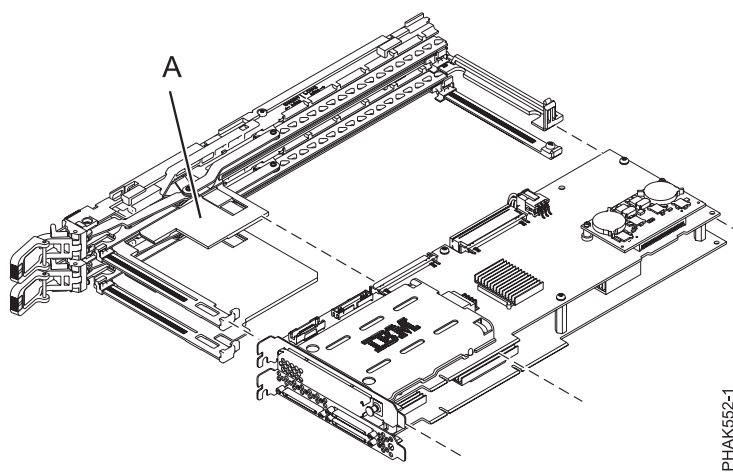

Figure 54. Installation de la carte double largeur dans le bloc-cassette.
3. Alignez la carte double largeur avec le bloc-cassette de façon à ce que la pièce d'écartement (A) sur le bloc-cassette se trouve entre les deux côtés de la carte double largeur. Placez la cassette sur la carte. Voir figure 54.